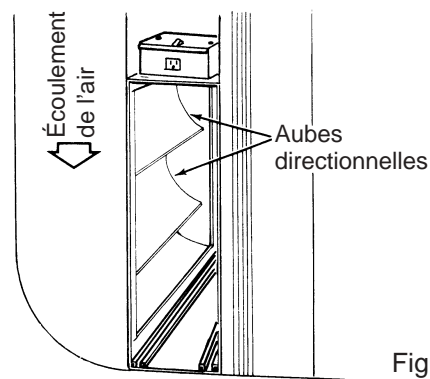

Figure 13
4. Assembler en bout le conduit de reprise d'air (habituellement une section coudée) et la face en amont du boîtier de l'épurateur. Noter dans le coude l'utilisation d'aubes recourbées en tôle dans le but d'améliorer la distribution de l'air (figure 13).